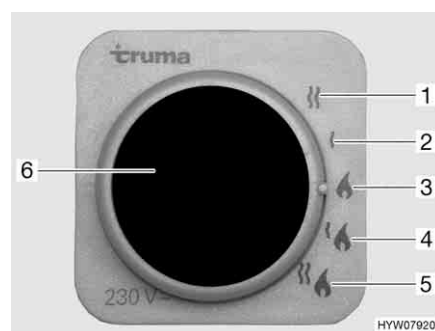

Fig. 200 Selettore di energia per riscaldamento/boiler
- Funzionamento a gas (Fig. 200,3)
- Funzionamento elettrico a 230 V con gradi di potenza da 900 W (Fig. 200,2) oppure 1800 W (Fig. 200,1)
- Funzionamento a gas e funzionamento elettrico a 230 V (funzionamento misto) con gradi di potenza da 900 W (Fig. 200,4) oppure 1800 W (Fig. 200,5)
Se viene selezionato il funzionamento elettrico a 230 V, la spia gialla di controllo si accende (Fig. 200,6).